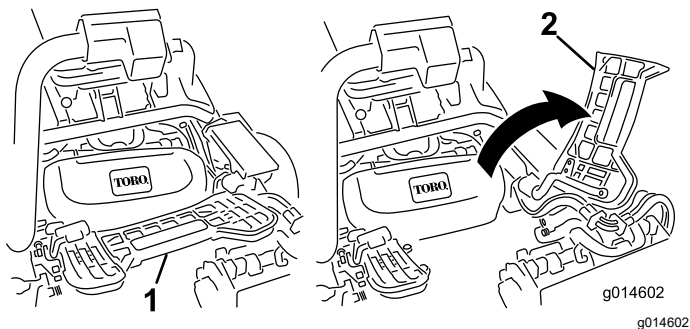

Bild 61
2. Heben Sie die Fußplattform an und schwenken sie in die geöffnete Stellung, um die Stellung das mittlere Mähwerk zugänglich zu machen (Bild 61).